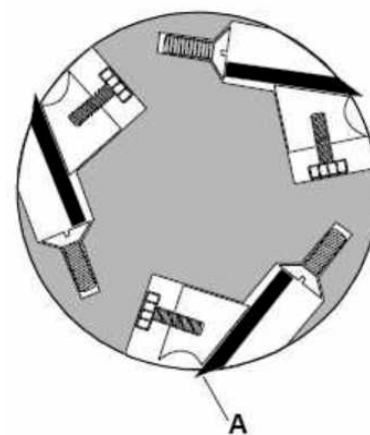
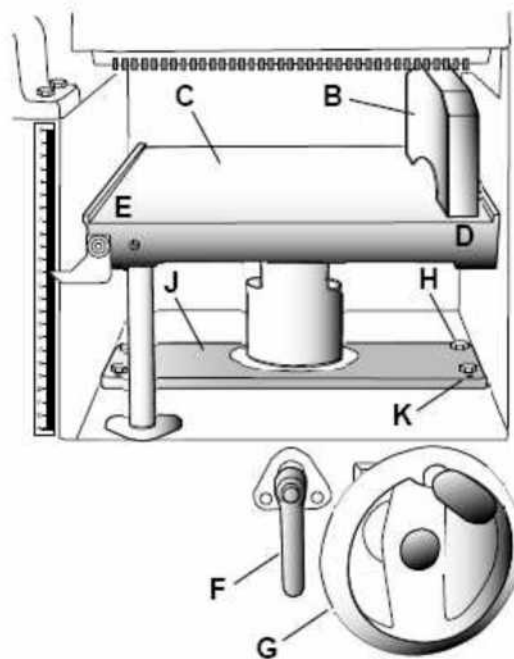

Рисунок 14
Рисунок 15
2. Поверните фрезерную головку так, чтобы один из пильных полотен (А, рис. 14) находился в положении «6 часов». См. рис. 15.
3. Поместите измерительный блок (В) или другое измерительное устройство на рабочий стол (С) у одного края (D) непосредственно под фрезерной головкой.
4. Разблокируйте ручку блокировки стола (F).
5. С помощью маховика (G) осторожно поднимите стол (С) до легкого контакта измерительного блока (В) с кончиком пильного полотна, затем зафиксируйте стол.